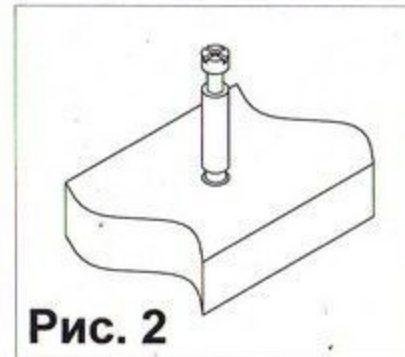

Рис. 2
1. Закрутить дюбеля стяжек-растекс (4) в муфты полок 6 и 7. (см.рис.2). Вставить стяжки растекс (12) в боковины 4 и 5. Прикрутить к боковине 4 ответные планки петель (15) евроинтами (8). Забить шканты (1) в боковины 4 и 5 и соединить их с полками 6 и 7. Фиксацию стяжек-растекс (12) произвести путем поворота их по часовой стрелке. Вставить полки 13 при помощи